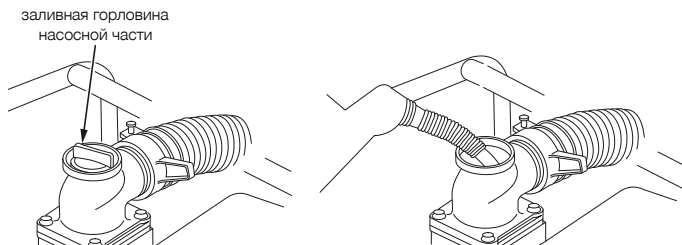

Рис. 9
- вывернуть пробку заливной горловины насосной части (см. рис. 9);